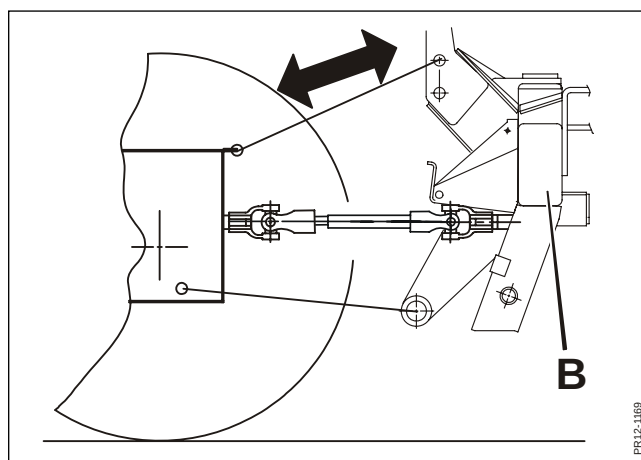

Fig. 2-14
- Fig. 2-14 5) Liftarmene sænkes til kraftudtaget (PTO) er i samme højde som kraftindtag (PIC), og topstangens længde justeres, så toprammen **B** står lodret.